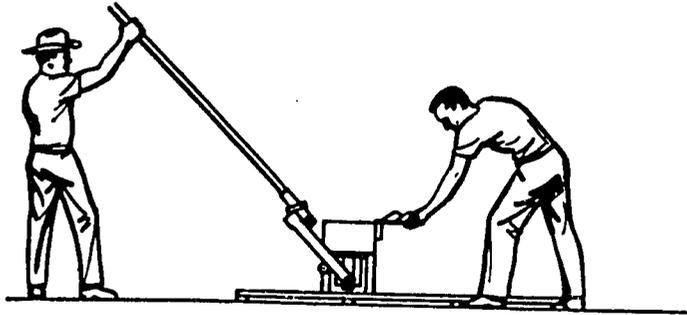

Fig. 12 - Regresando la palanca a su posición de descanso y abriendo la caja.
- (10) Levante la palanca a una posición vertical, ponga la traba y regrese la palanca a su posición de descanso en los rodillos inferiores.
- (11) Destape la caja (ver Fig. 12).